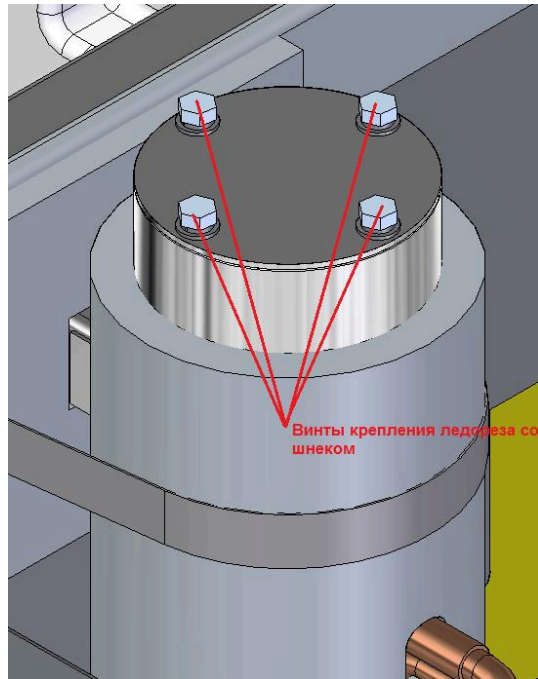

Рис. 7 Расположение винтов крепления ледореза со шнеком.
- вытащить ледорез со шнеком, открутив винты крепления, указанных на рис.7;
- вытащить ледорез со шнеком, сняв болты крепления, указанных на рис.7;